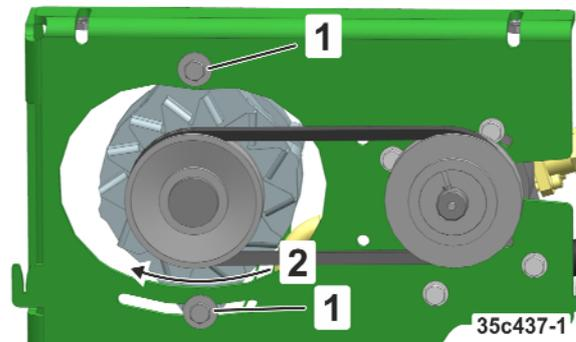

Рис. 272
2. Ослабьте болты (Рис. 272/1).
3. Натяните клиновидный ремень на генератор (Рис. 272/2)